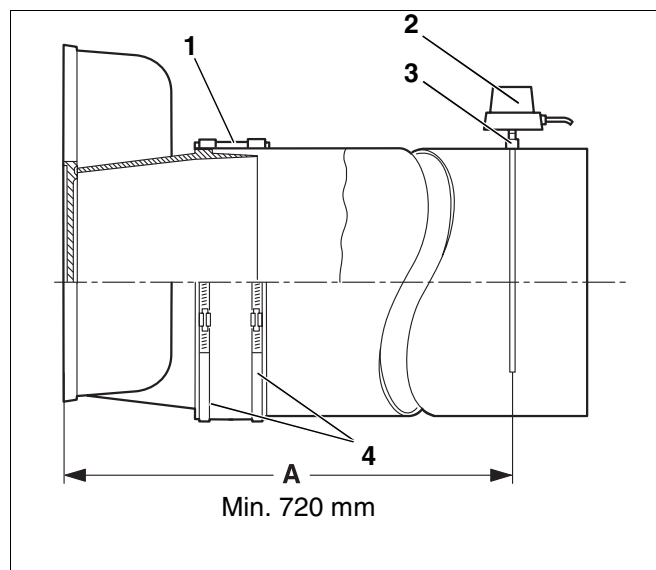

Fig. 33 Montering af røgrør
Det anbefales at anvende en tætningsmanchet til røgrøret (Fig. 33, pos. 1).
- Læg spændebånd (Fig. 33, pos. 4) omkring manchetten. Tryk det ene spændebånd på røgekassens studs og det andet på røgrøret.
- Svejs en muffe (Fig. 33, pos. 3) ind i røgrøret i en afstand fra røgekassen, som svarer til 2 x røgrørets diameter (A) – min. 720 mm .
- Monter røggasføleren (Fig. 33, pos. 2) i henhold til den separate monteringsvejledning.